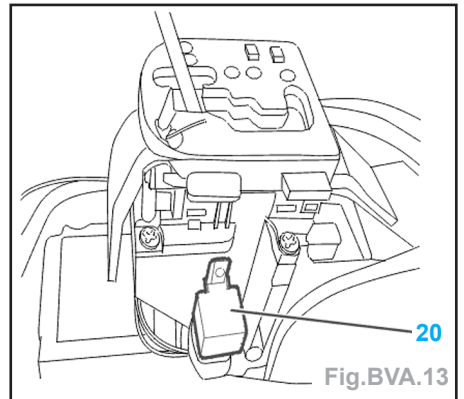

Fig.BVA.13
- Déposer (Fig.BVA.13) :
- le relais (20),